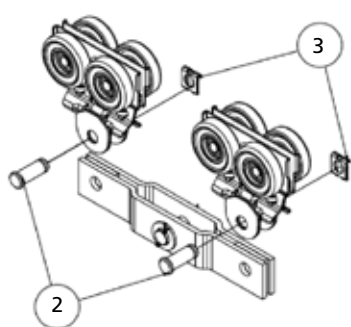

fig.61
3. Introduzca el soporte de conexión en las placas de los carros. (fig. 61)
4. Monte de nuevo los pernos 2 y coloque los topes en su asiento 1. (fig. 61)